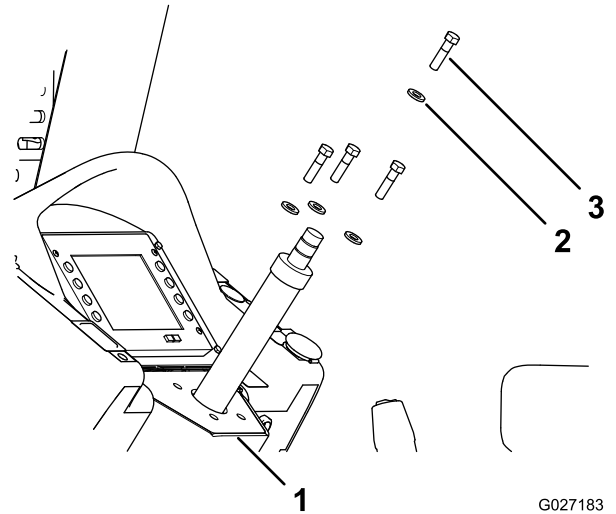

Figure 4
3. Retirez les 4 boulons (3/8 x 1-1/2 po) et les 4 rondelles (3/8 po) qui fixent la colonne de direction fixe et la valve de direction au support de la direction (Figure 4).